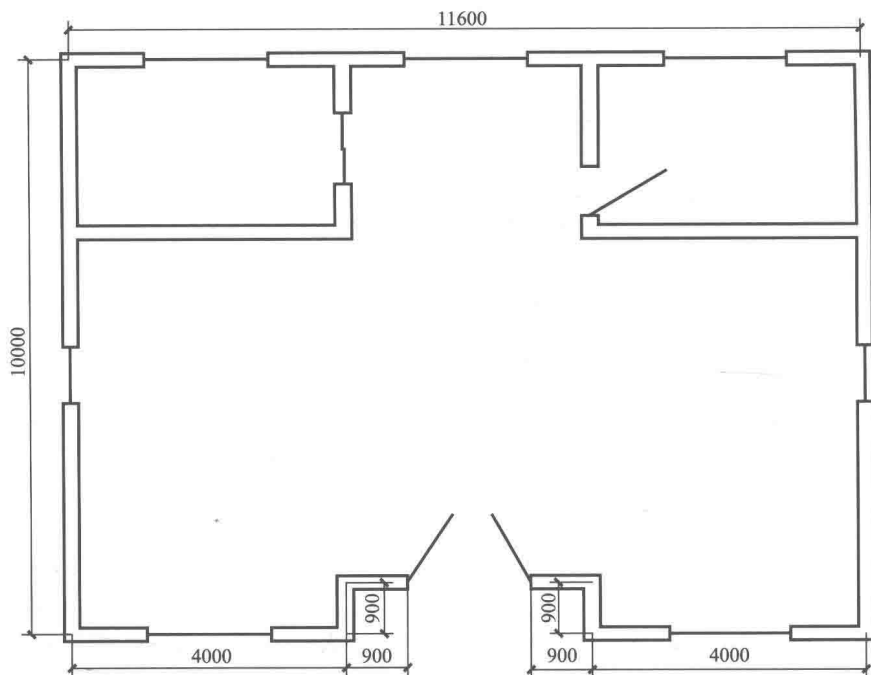

图 1-7 建筑平面图
**【例 1-7】** 某一仿古建筑外围 900mm 处做镶边，宽度为 80mm，墙厚为 240mm，根据图 1-7 计算该建筑镶边工程量。